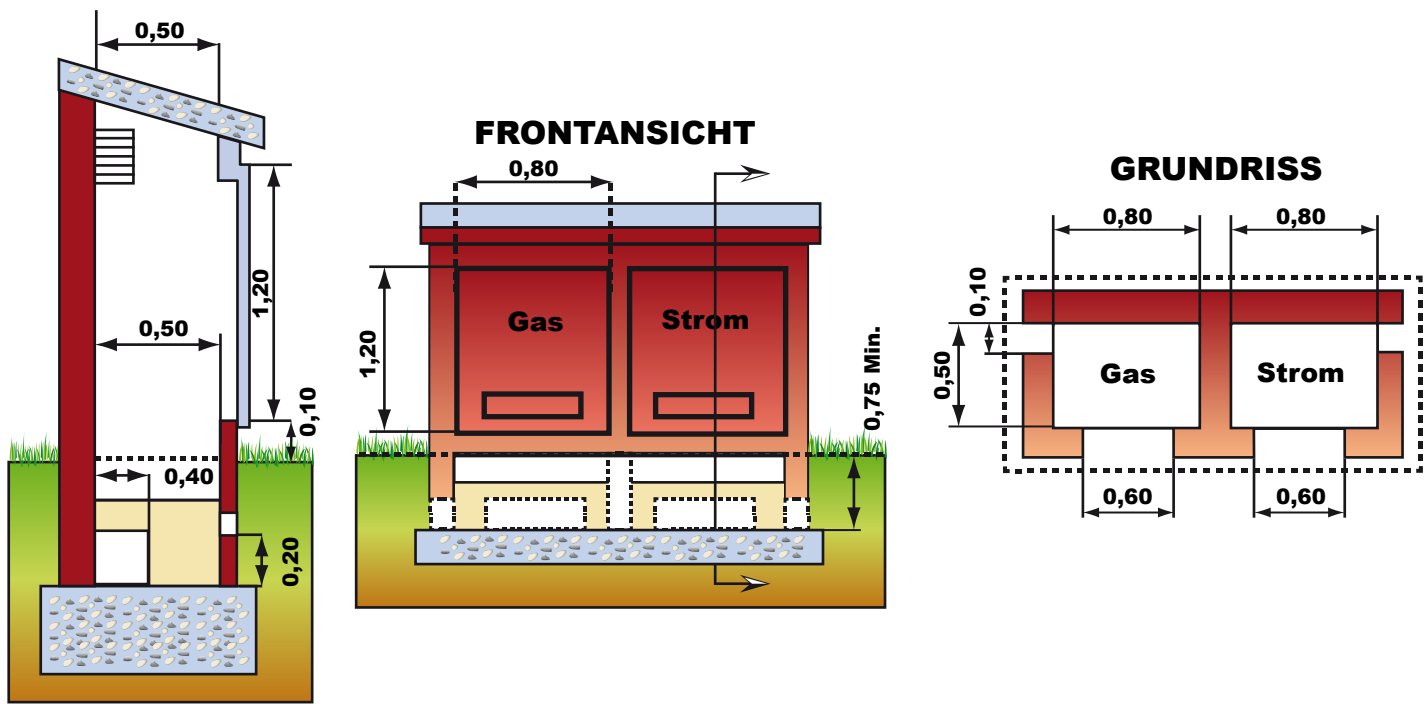

Abb. B.6.-1 Abmessungen eines gemauerten Unterstandes für Gas- und Stromzähler
- e. Die Schrankabmessungen für einen einzigen Zähler vom Kaliber Qmax 6 m³/h oder Qmax 10 m³/h finden Sie auf der Rückseite auf Abbildung B.6.–1 ; für jede andere Konfiguration werden die Abmessungen in Ansprache mit dem Gasnetzbetreiber festgelegt.